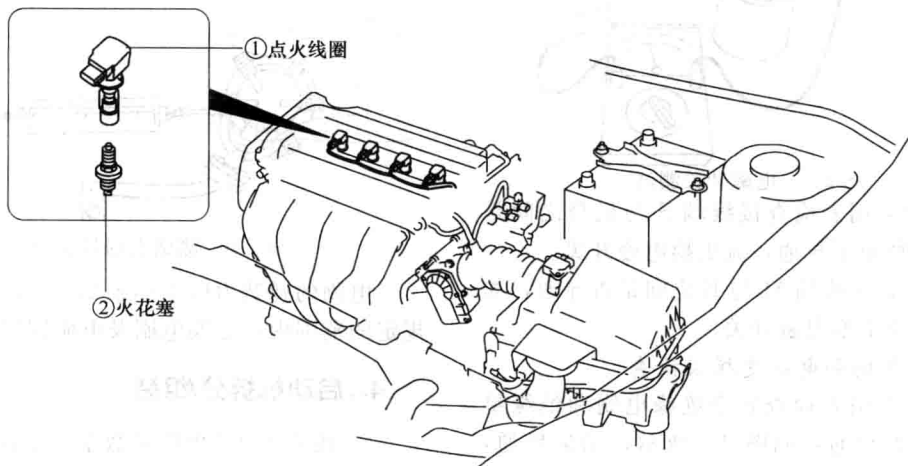

图 2-8 点火系统部件位置图
1. 部件位置图 (图 2-8)
- ① 断开蓄电池负极。
- ② 拆下发动机罩盖。